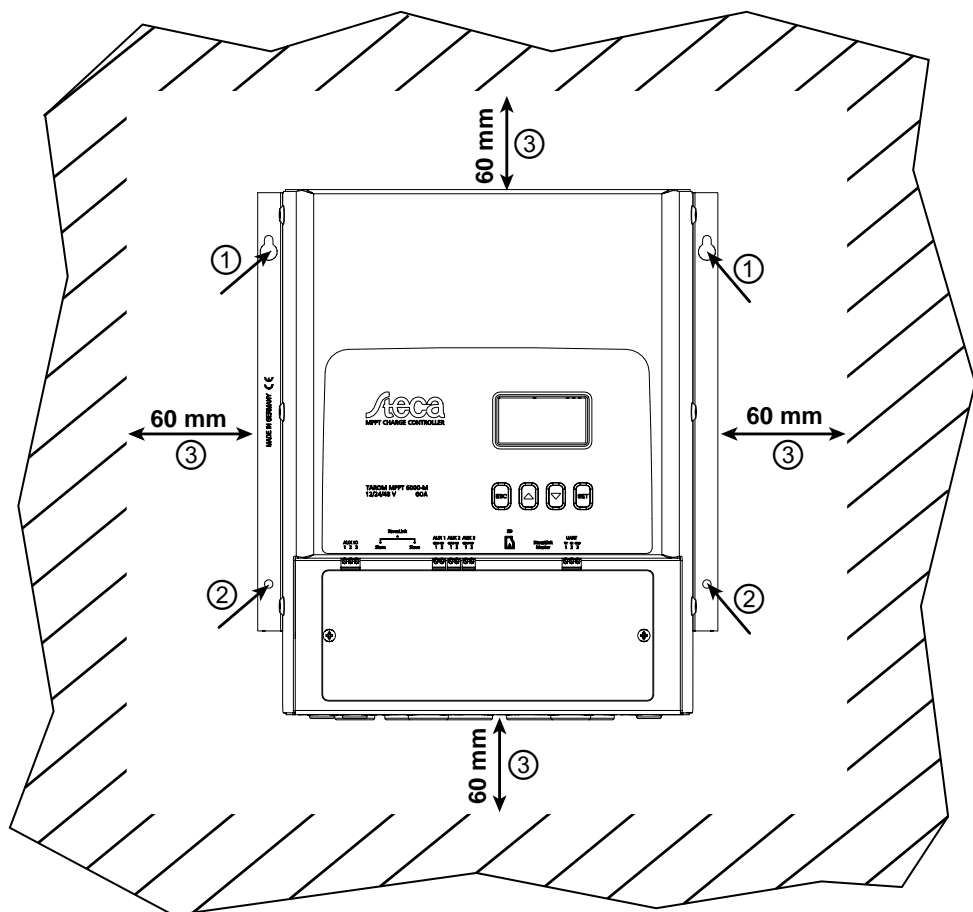

Fig. 5: Aperturas de fijación ①/② y espacios libres ③
- Alrededor del regulador existe un espacio libre de como mínimo 60 mm (ⓐ en Fig. 5).
- No perforar a través de las aperturas de fijación ①/② (Fig. 5).
2. ➔ Colocar el regulador horizontalmente sobre la superficie de montaje y marcar los orificios de montaje a través de las aperturas de fijación ①/② en Fig. 5.